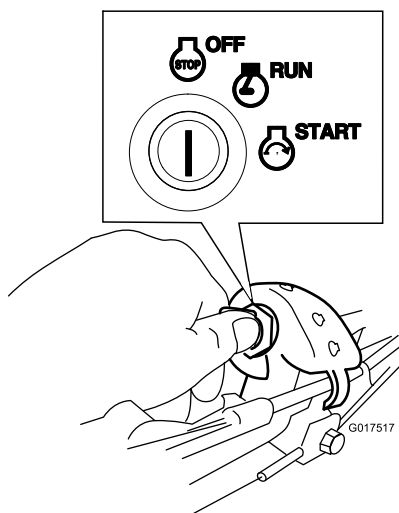

Figura 21
1. Girate la chiave di accensione in posizione OFF (Figura 21).